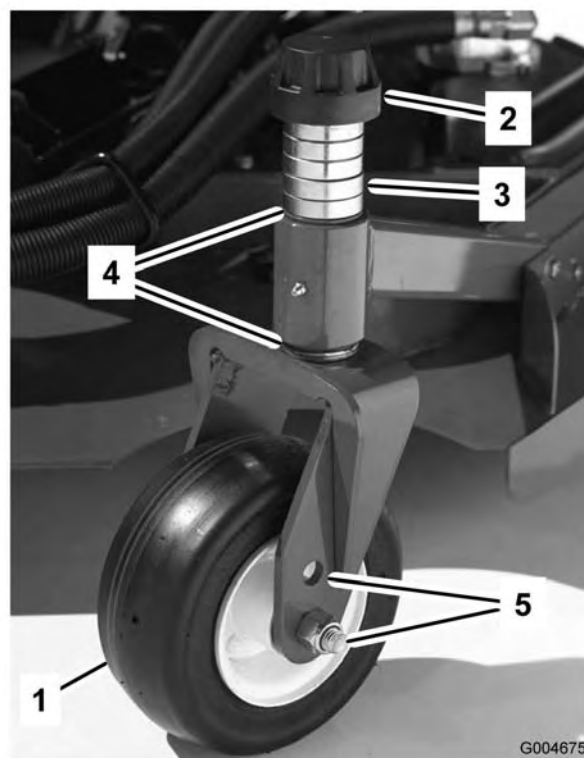
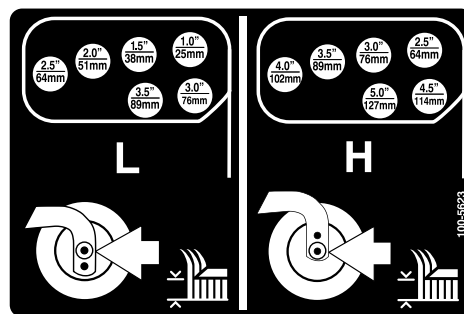
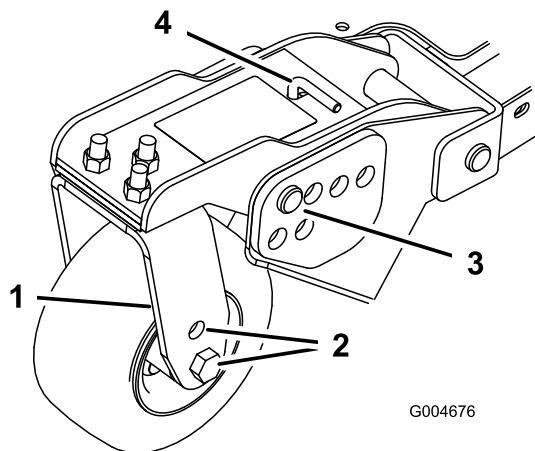

Figure 18
Figure 21
Figure 20
- Placez les essieux des roues pivotantes dans les mêmes trous sur toutes les fourches (Figure 18 et Figure 20). Pour choisir les trous corrects pour la hauteur de coupe requise, reportez-vous au tableau suivant.
- Enlevez le chapeau de tension de l'axe de pivot (Figure 18) et sortez l'axe du bras pivotant. Remplacez les 2 cales (3 mm [1/8"]) sur l'axe de pivot comme à l'origine. Elles sont requises pour que les plateaux de coupe soient parfaitement de niveau sur toute la largeur. Placez le nombre requis d'entretoises de 1,25 mm (1/2") sur l'axe de pivot pour obtenir la hauteur de coupe voulue, puis ajoutez la rondelle.
4. Enlevez la goupille fendue et les axes de chape des bras pivotant (Figure 20).
5. Tournez la tige de tension pour élever ou abaisser le bras de pivot jusqu'à ce que les trous soient en face de ceux du support de hauteur de coupe sélectionnés dans le bâti du plateau de coupe (Figure 20 et Figure 21).